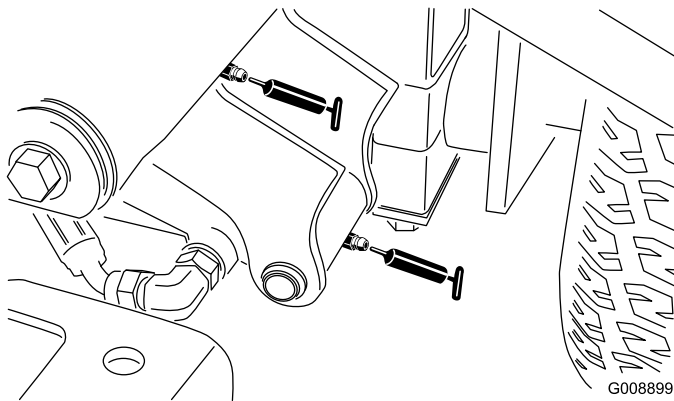

Figure 37
- 2 pivots de bras de levage avant gauche et vérin de levage (Figure 37)